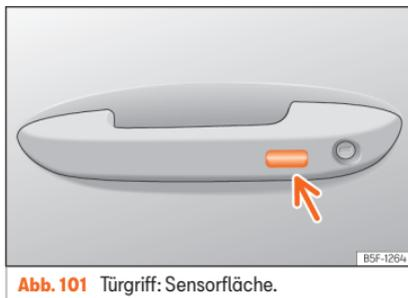

Abb. 101 Türgriff: Sensorfläche.
- **ODER** mit dem Keyless Access-System (nur Schließen): Finger einige Sekunden auf der Sensorfläche zum Verriegeln »» **Abb. 101** (Pfeil) im Türgriff halten, um die Fenster und das Schiebedach zu schließen. Wenn Sie die Sensorfläche nicht mehr berühren, wird die Schließfunktion unterbrochen.
- Halten Sie einige Sekunden lang einen Finger über die Verriegelungssensorfläche »» **Abb. 101** (Pfeil) am Türgriff, damit das Dach geschlossen wird. Wenn Sie die Sensorfläche nicht mehr berühren, wird die Schließfunktion unterbrochen.